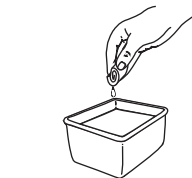

Fig. 31
- Lavez le filtre dans un mélange d'eau et de détergent (Fig. 31). Rincez le filtre abondamment et laissez-le sécher.
- Reinstallez la couverture du filtre à air. Placez les fentes au dessus de la couverture du filtre à air sur les languettes au dessus de la plaque arrière (Fig. 31).